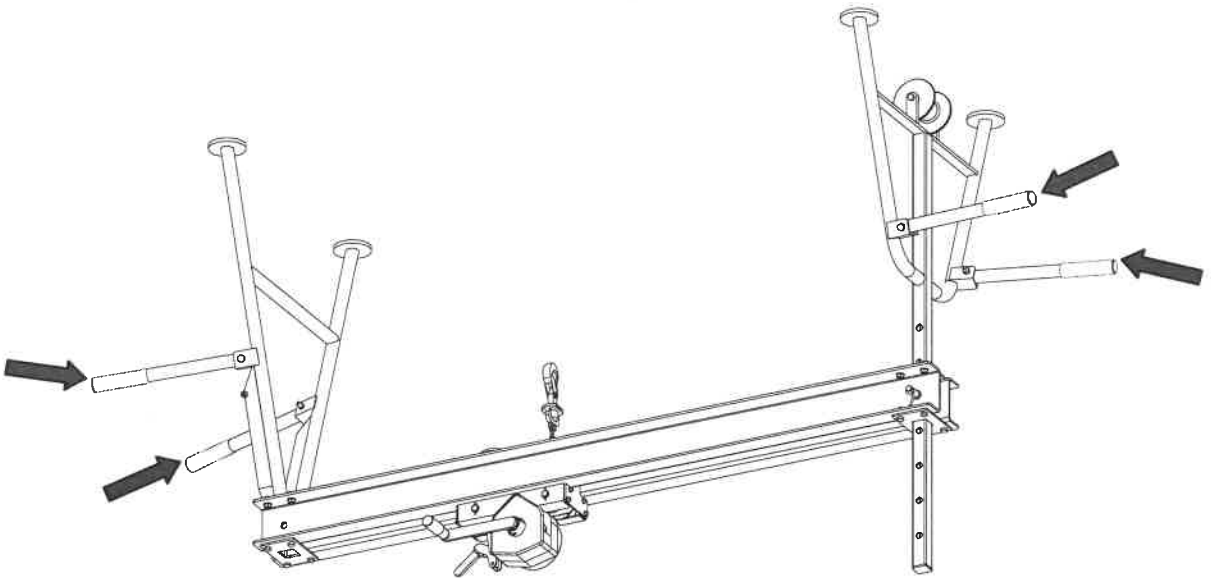

Figure 11
- La manutention de l'engin s'effectue grâce aux quatre poignées de manutention par deux personnes minimum (Figure 11).